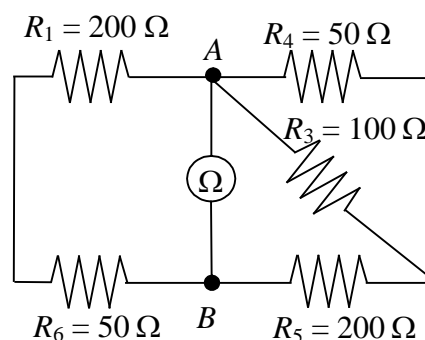

Figura 10
6. Desconnecteu les fonts de tensió i en el seu lloc poseu punts o fils de connexió de resistència pràcticament nul·la, com es mostra a la Figura 10. Mesureu amb el polímetre, funcionant com a ohmímetre, la resistència entre A i B. Aquest serà el valor de la **resistència equivalent Thévenin**  $R_{Th}^{ex}$ . Estem suposant que les resistències internes de les fonts són nul·les.